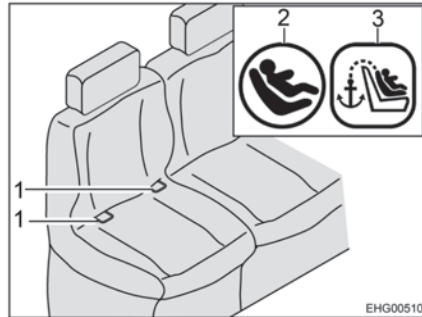
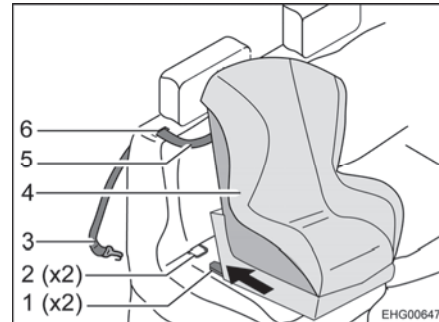

Fig. 14 Asiento con ISOFIX
Fig. 15 Fijación con Top Tether
- Pasar la correa Top Tether (Fig. 15,5) a través de la ranura (Fig. 15,6) en el cojín del respaldo (junto al reposacabezas).
- Enganchar el gancho de fijación (Fig. 15,3) en el punto de anclaje en el lado trasero del asiento del vehículo.
- Dejar que los brazos de enganche (Fig. 15,1) engatillen en los puntos de anclaje (Fig. 14,1 y Fig. 15,2). En esto, se deberá oír un clic distintivo.
- Con un fuerte tirón verificar que el asiento infantil (Fig. 15,4) esté firmemente fijado.